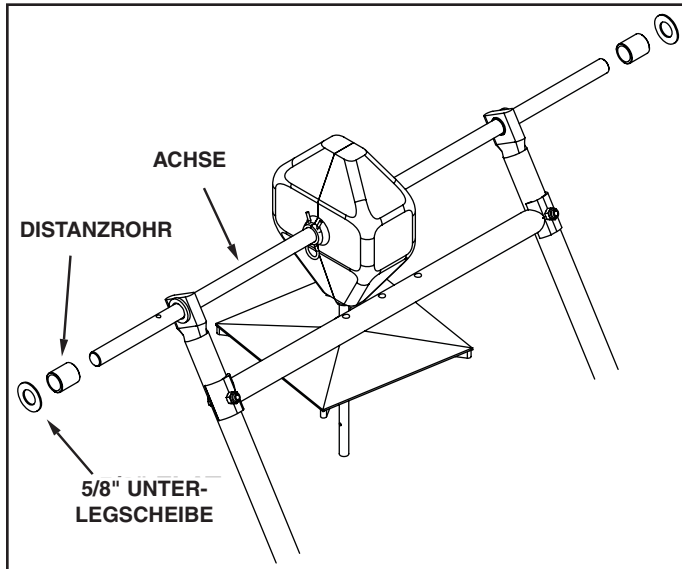

ABBILDUNG 1
2. Drehen Sie den Streuer um und stellen Sie ihn auf die Oberseite des Trichters und montieren Sie ein Distanzrohr und dann eine 5/8" Unterlegscheibe auf jedes Ende der Achse. Siehe Abbildung 1.